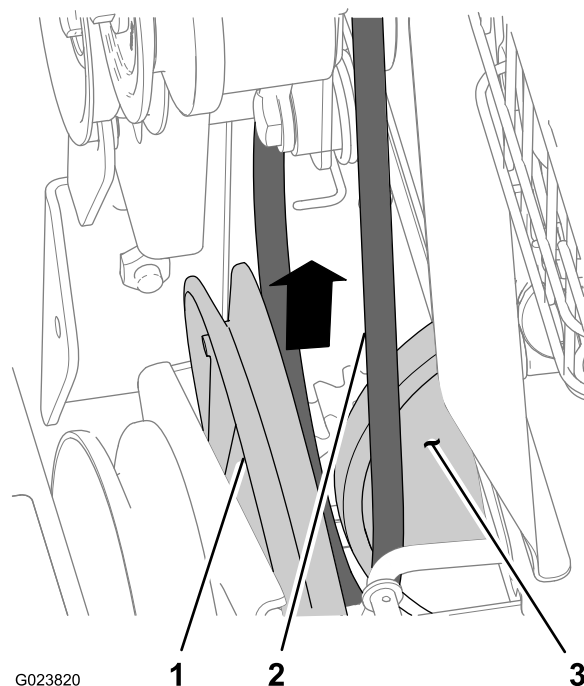

Figura 43
- Retire la correa de tracción de la ranura de la polea de tracción y hacia arriba entre la polea y la rueda de fricción (Figura 43).
- Alinee la correa de tracción entre la rueda de fricción y la polea de tracción (Figura 43).